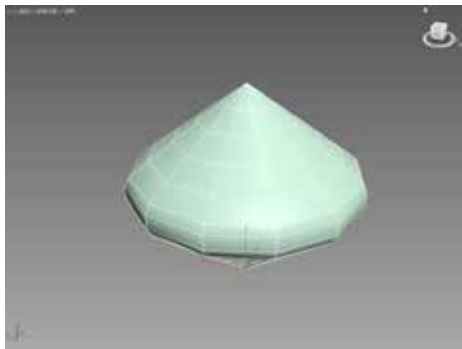

图 2-102 设置混合参数
STEP 04 在“参数”卷展栏中设置混合参数为 1，设置完成后，效果如图 2-102 所示。